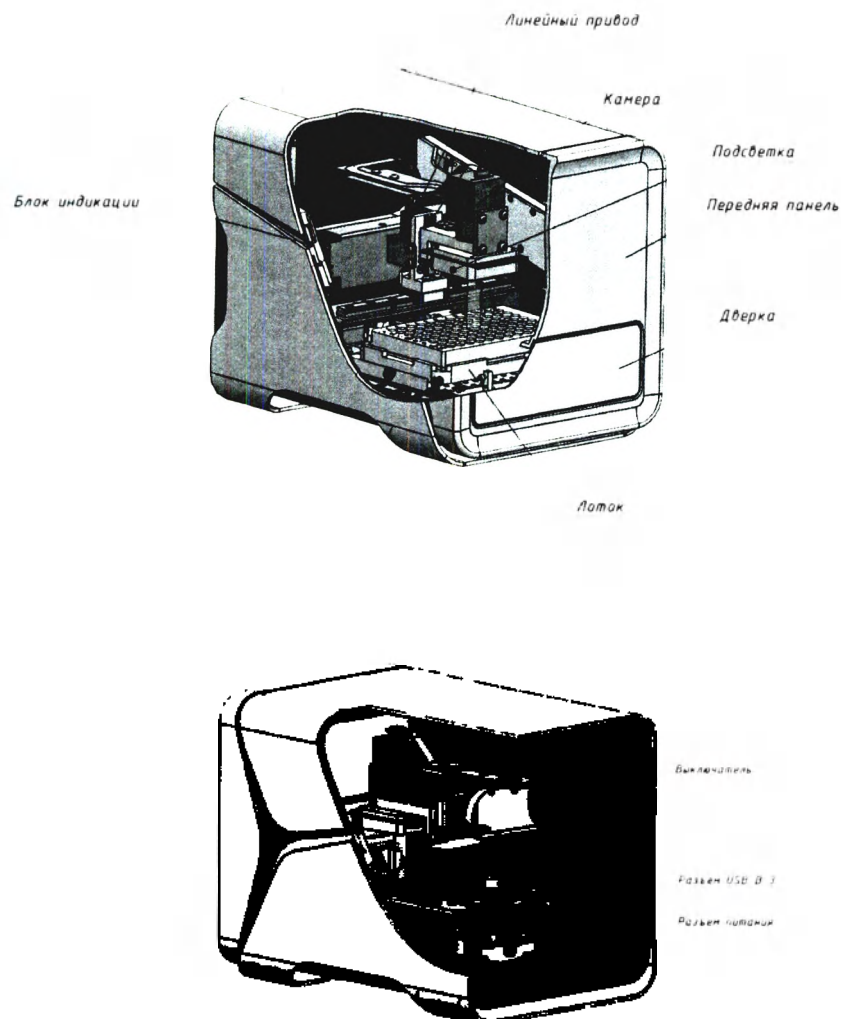

Рис. 2. Устройство анализатора
- Устройство анализатора и его основные функциональные элементы приведены на Рис. 2.